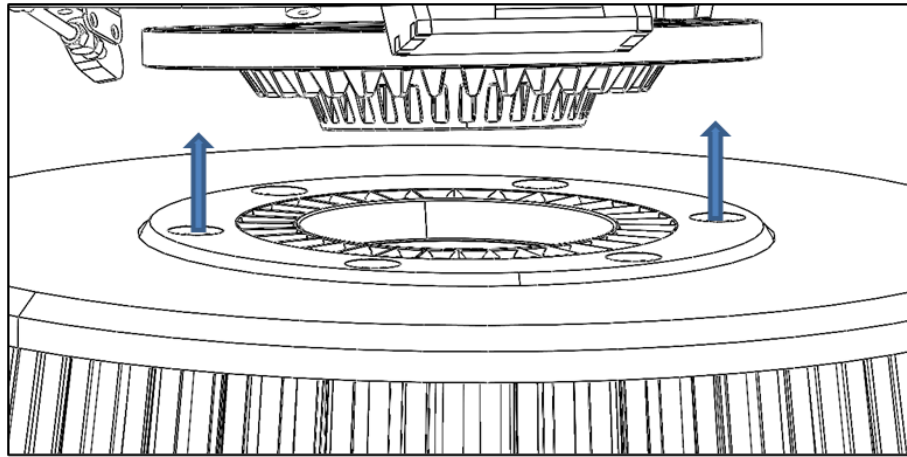

Fig. 3
4. Houd de borstel omhoog in de richting van de koppeling, de magneten op de borstel zullen naar de magnetische koppeling aangetrokken worden en op hun plaats vastklikken (Fig 3).